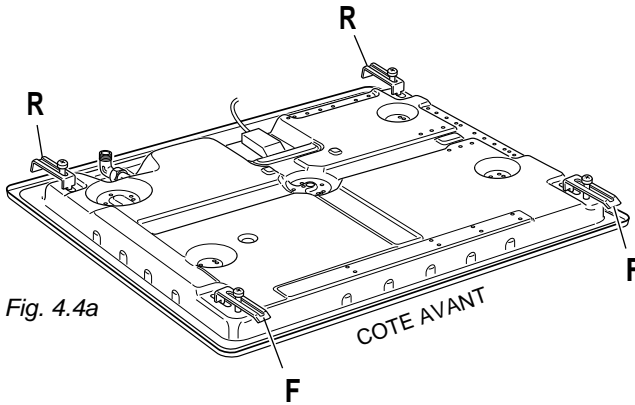

Fig. 4.4a
- ✓ Veiller à bien monter les pattes, comme cela est indiqué sur la figure 4.4a.